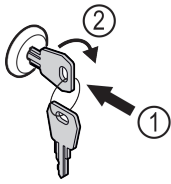

Fig. 162 Eksempelfremstilling
- ▶ Trykk inn nøkkelen Fig. 162 (1).
- ▶ Vri nøkkelen 90° med klokka Fig. 162 (2).